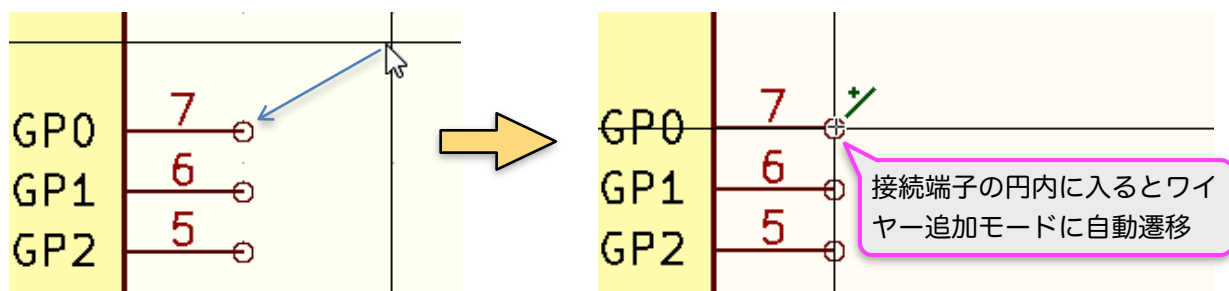

図5-9
- ③ または、部品端子にマウスポインタを合わせワイヤー追加モードに自動遷移させます。図5-9